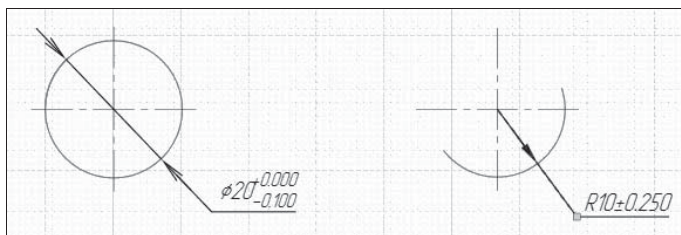

Рис. 12.19. Диаметральные и радиальные размеры
2. Укажите курсором на окружность или дугу и щелкните левой кнопкой мыши — размер при этом отображается на экране, перед размерными цифрами программа ставит префикс  $R$  (для радиуса) или знак диаметра  $\varnothing$  (рис. 12.19).